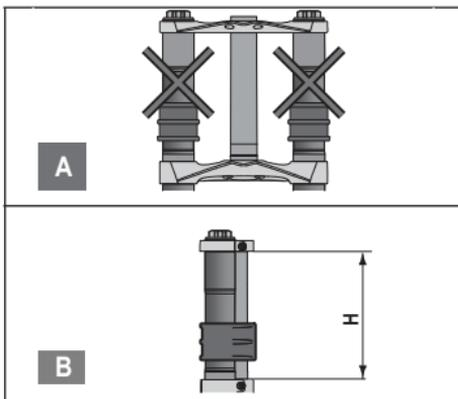

Рис. 2 – Установка двухкоронной вилки на раму: (2А) Крепеж корон; (2В) Максимальная длина рулевой трубы между коронами
- Корона не крепится на участках «ног», помеченных крестиками на Рис.2А.
- На вилках с двойной короной максимальная длина штока (трубы) между двумя коронами (См. Рисунок 2В) должна быть меньше чем длина (Н), как показано в Таблице 1.
*На резьбу болтов крепления дискового тормоза (См. Рис. 2А, 2В в Таблице 2) нанесен специальный герметик. При демонтаже-монтаже болта нужно снова нанести герметик.*